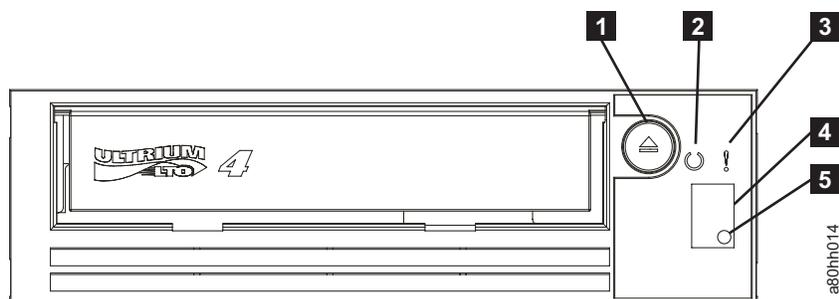

Figure 2. Panneau avant de l'unité
5. Localisez l'écran des codes d'erreur (SCD) et le voyant d'état sur la figure 2, à la page 2. Pour vous assurer que l'unité est alimentée, vérifiez les éléments suivants lorsque vous mettez le boîtier sous tension :